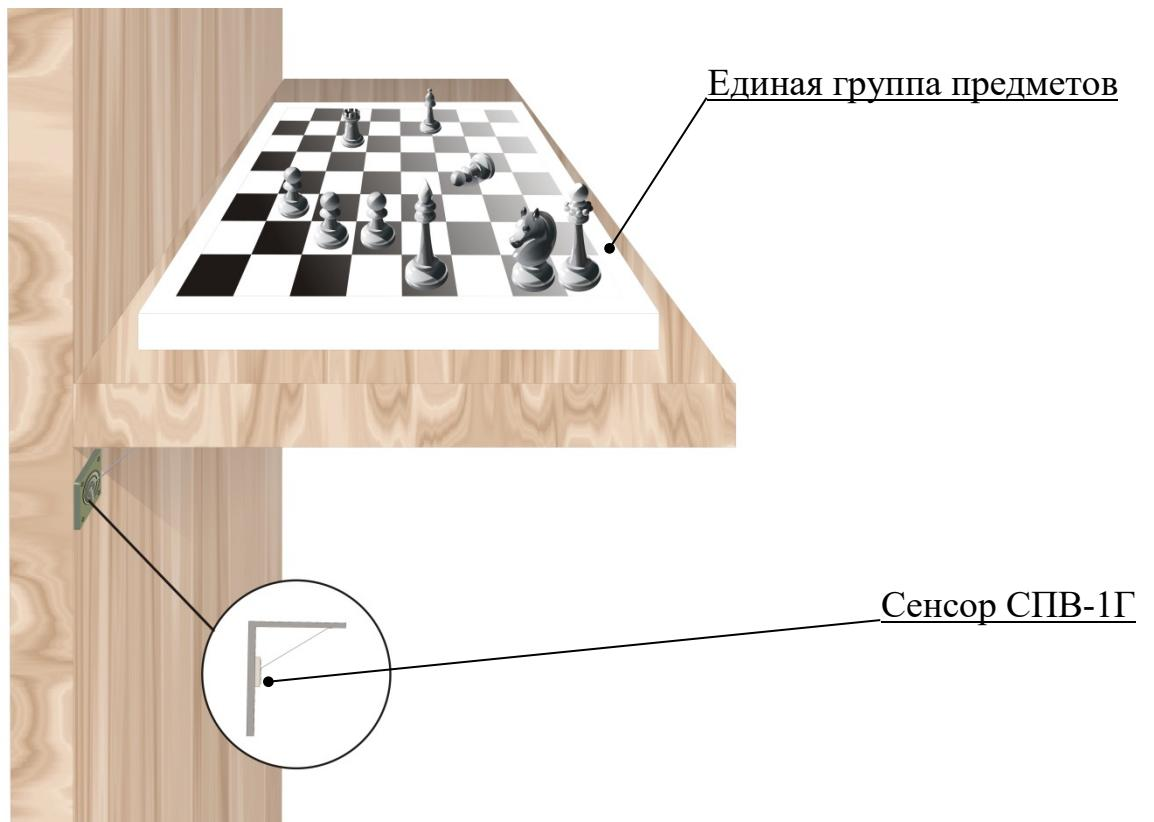

Рисунок 2.6
**2.2.4.3** Оборудование охранной сигнализацией единой группы предметов осуществляется оборудованием единой поверхности (подставки, подиума, столешницы), на которой расположены предметы с использованием одного сенсора (рисунок 2.6). При этом извещатель должен быть настроен на обнаружительную способность, не превышающую 20 % от веса самого легкого охраняемого предмета.